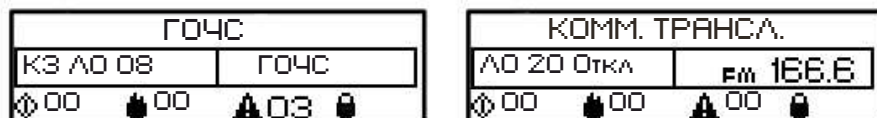

Рисунок 26
2.3.2.6 В режимах «ГОЧС» и/или «Коммерческая трансляция» прибор может выполнять коммерческую трансляцию, служебную трансляцию или трансляцию сигналов ГО и ЧС. В этом случае на БЦД в поле «Трансляция» отобразится источник сигналов, транслируемых на оповещатели (рисунок 26).